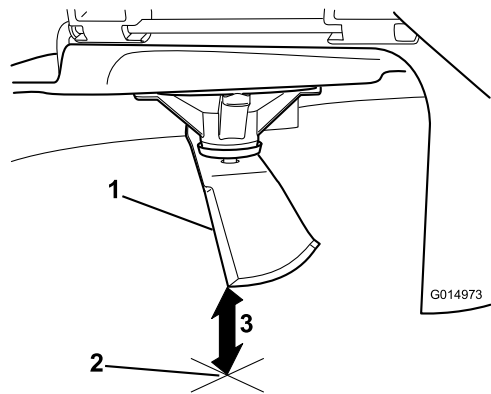

Figure 112
3. Mesurez la distance entre la pointe de la lame et la surface plane (Figure 112).